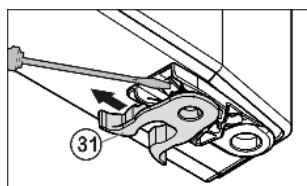

Fig. 9
- ▶ Pružinovou svorku Fig. 9 (31) přesadit: Stisknout zářezku pro uchycení, přesto stáhněte pružinovou svorku.